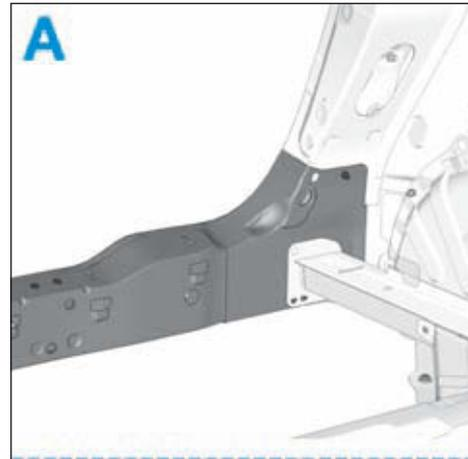

FIG. 170
- Respecter les lignes de coupe (Fig.170).